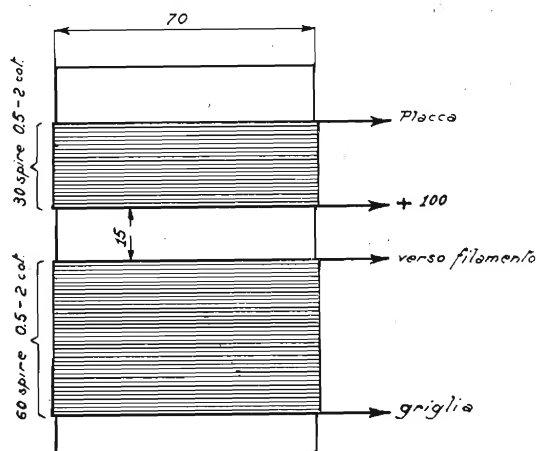

Fig. 7 - Gruppo oscillatrice della ultradina (filo 0,5 - 2 cotone)
- 1  $L_3$  — accoppiatore (vedi fig. 7).